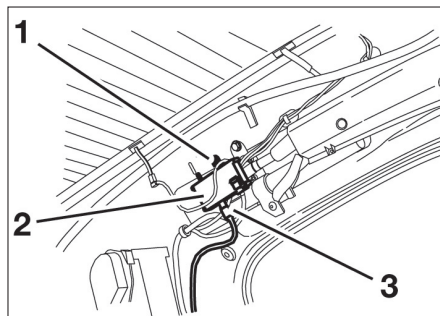

FIG. 11
- la fixation (1) (Fig.11) d'amplificateur d'antenne.